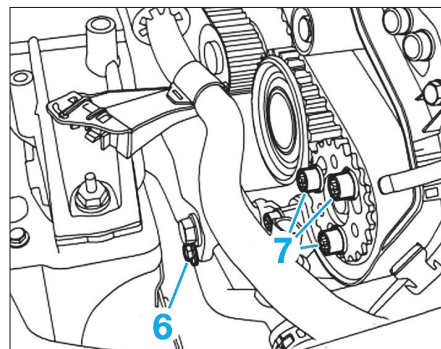

Fig. 8
- Desserrer la vis de fixation de la durit de liquide de refroidissement (6), puis les vis de fixation du pignon de la pompe haute pression (7) (Fig.8).